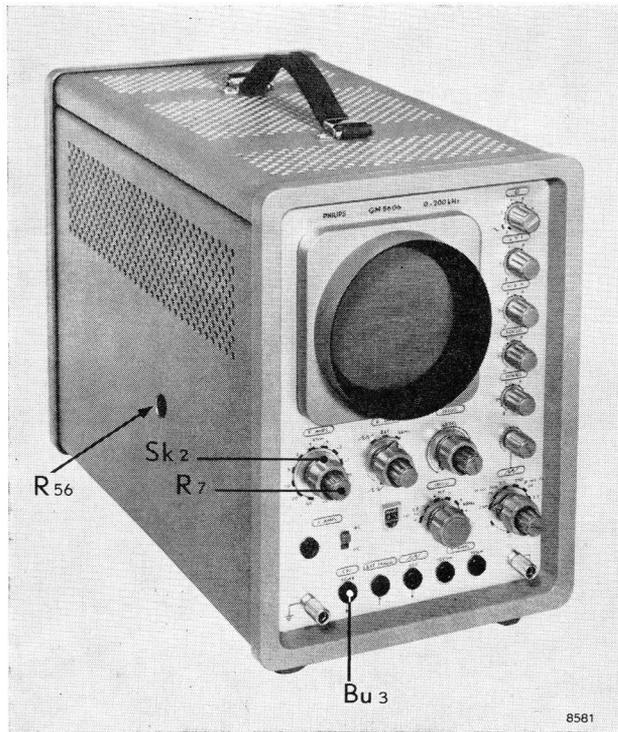

Bild 5. Eichung des Y-Ablenkfaktors
Mit Hilfe der Eichspannung kann der Y-Ablenkfaktor wie folgt geeicht werden (siehe Bild 5):
6. Die Bildhöhe muß nun genau 4 cm betragen. Ist dies nicht der Fall, dann die Bildhöhe mit R_{56} (siehe Bild 5) auf den richtigen Wert regeln.